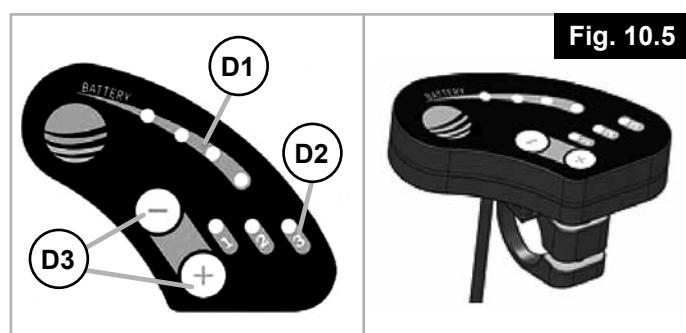

Fig. 10.5
10.5 Utilisation du cadran à LED (Fig. 10.5)